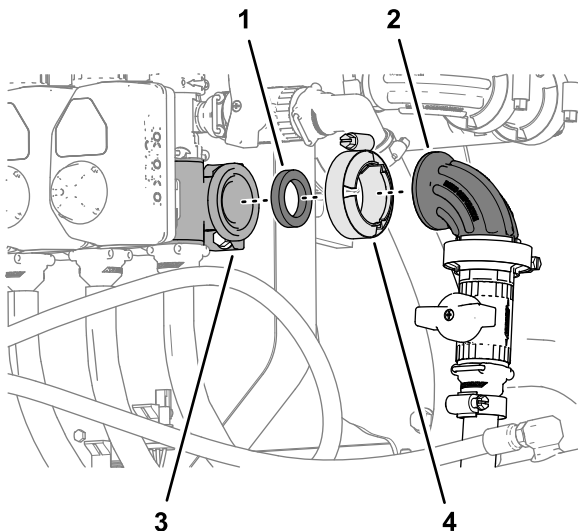

Bild 136
1. Montieren Sie das 90°-Anschlussstück des Abstellventils für den optionalen Handsprühstab oder die elektrische Schlauchtrommel mit der Flanschklemme und der Dichtung am Flansch des Düsenventils 10 und ziehen Sie die Klemme mit der Hand an (Bild 136).